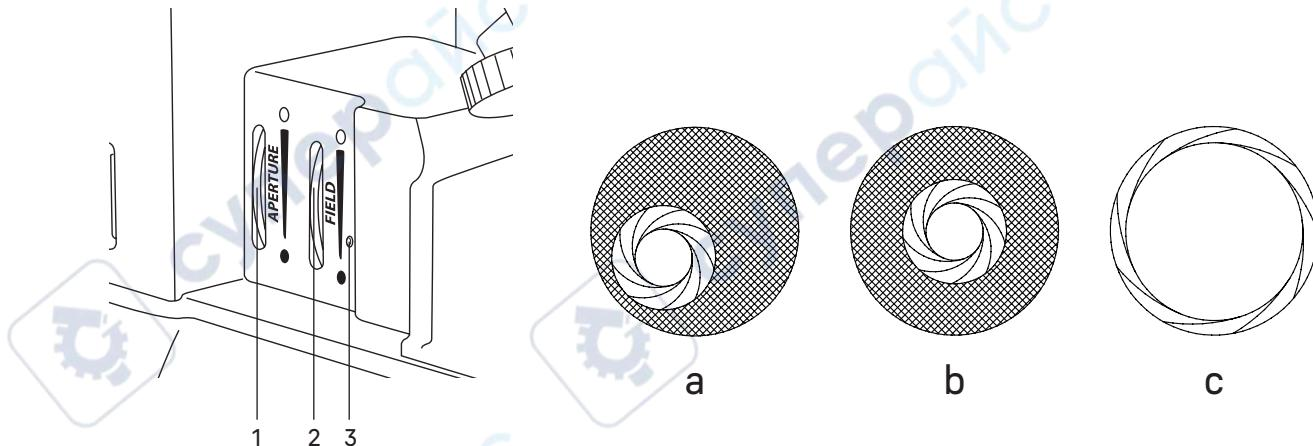

Рис. 11. Настройка освещения по Кёлеру
2. Откройте апертурную диафрагму 1 и закройте полевую диафрагму 2, в поле зрения появится светлое пятно, как показано на рис. 11.
3. Если светлое пятно отклоняется от центра поля зрения, как показано на рис. 11а, отрегулируйте центрирующий винт 3 с помощью двух ключей-шестигранников, чтобы центр полевой диафрагмы совпал с центром поля зрения, как показано на рис. 11б.
4. Откройте полевую диафрагму, чтобы изображение наблюдаемого образца заполнило поле зрения, как показано на рис. 11с.